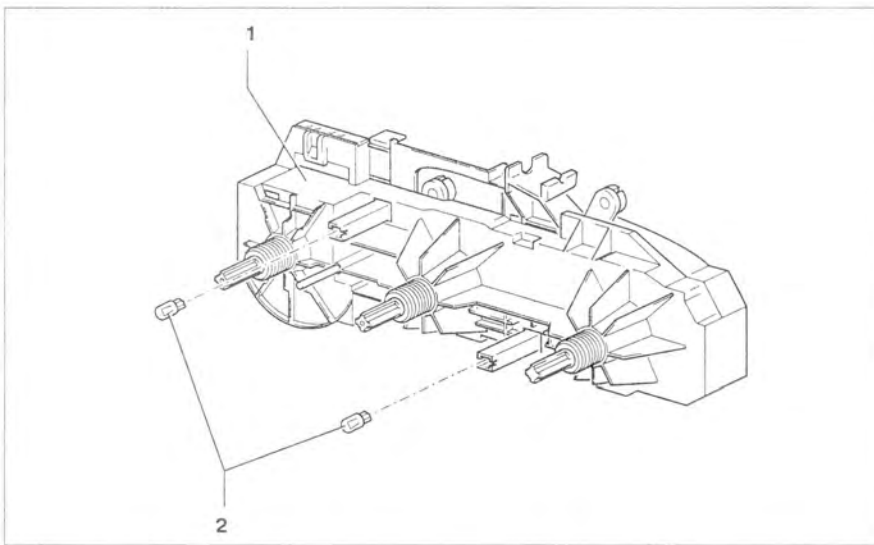

Рис. 9.51. Регуляторы управления подачей нагретого и свежего воздуха в снятом состоянии:
5. Регуляторы управления подачей нагретого и свежего воздуха в снятом состоянии показаны на рис. 9.51.